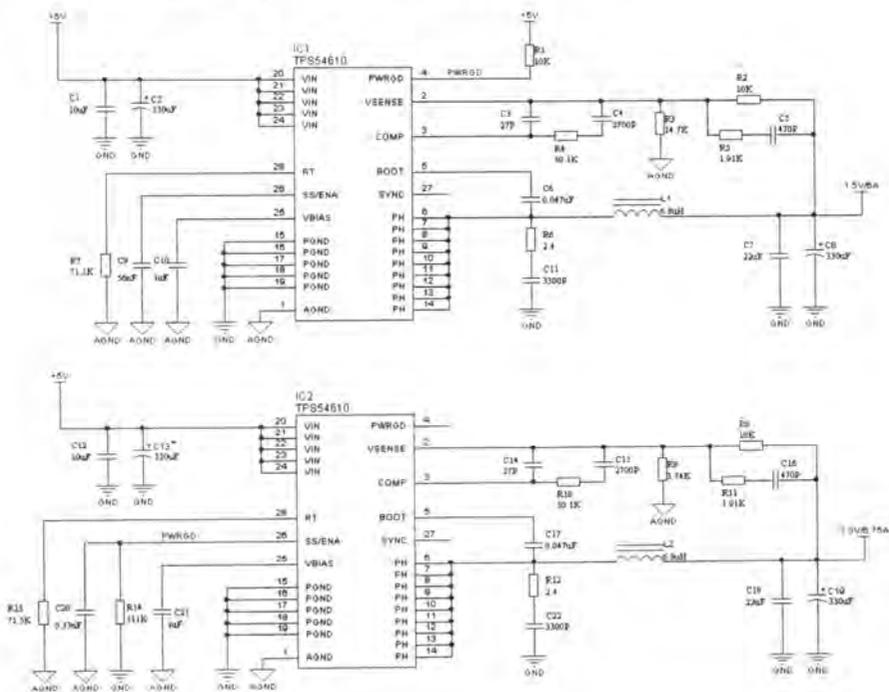

图 3-126 完成电气连接
- [3] 在芯片 IC1 的第 4 引脚处与 IC2 的第 26 引脚处放置相同的网络标签“PWRGD”, 进行电气连接, 如图 3-126 所示。